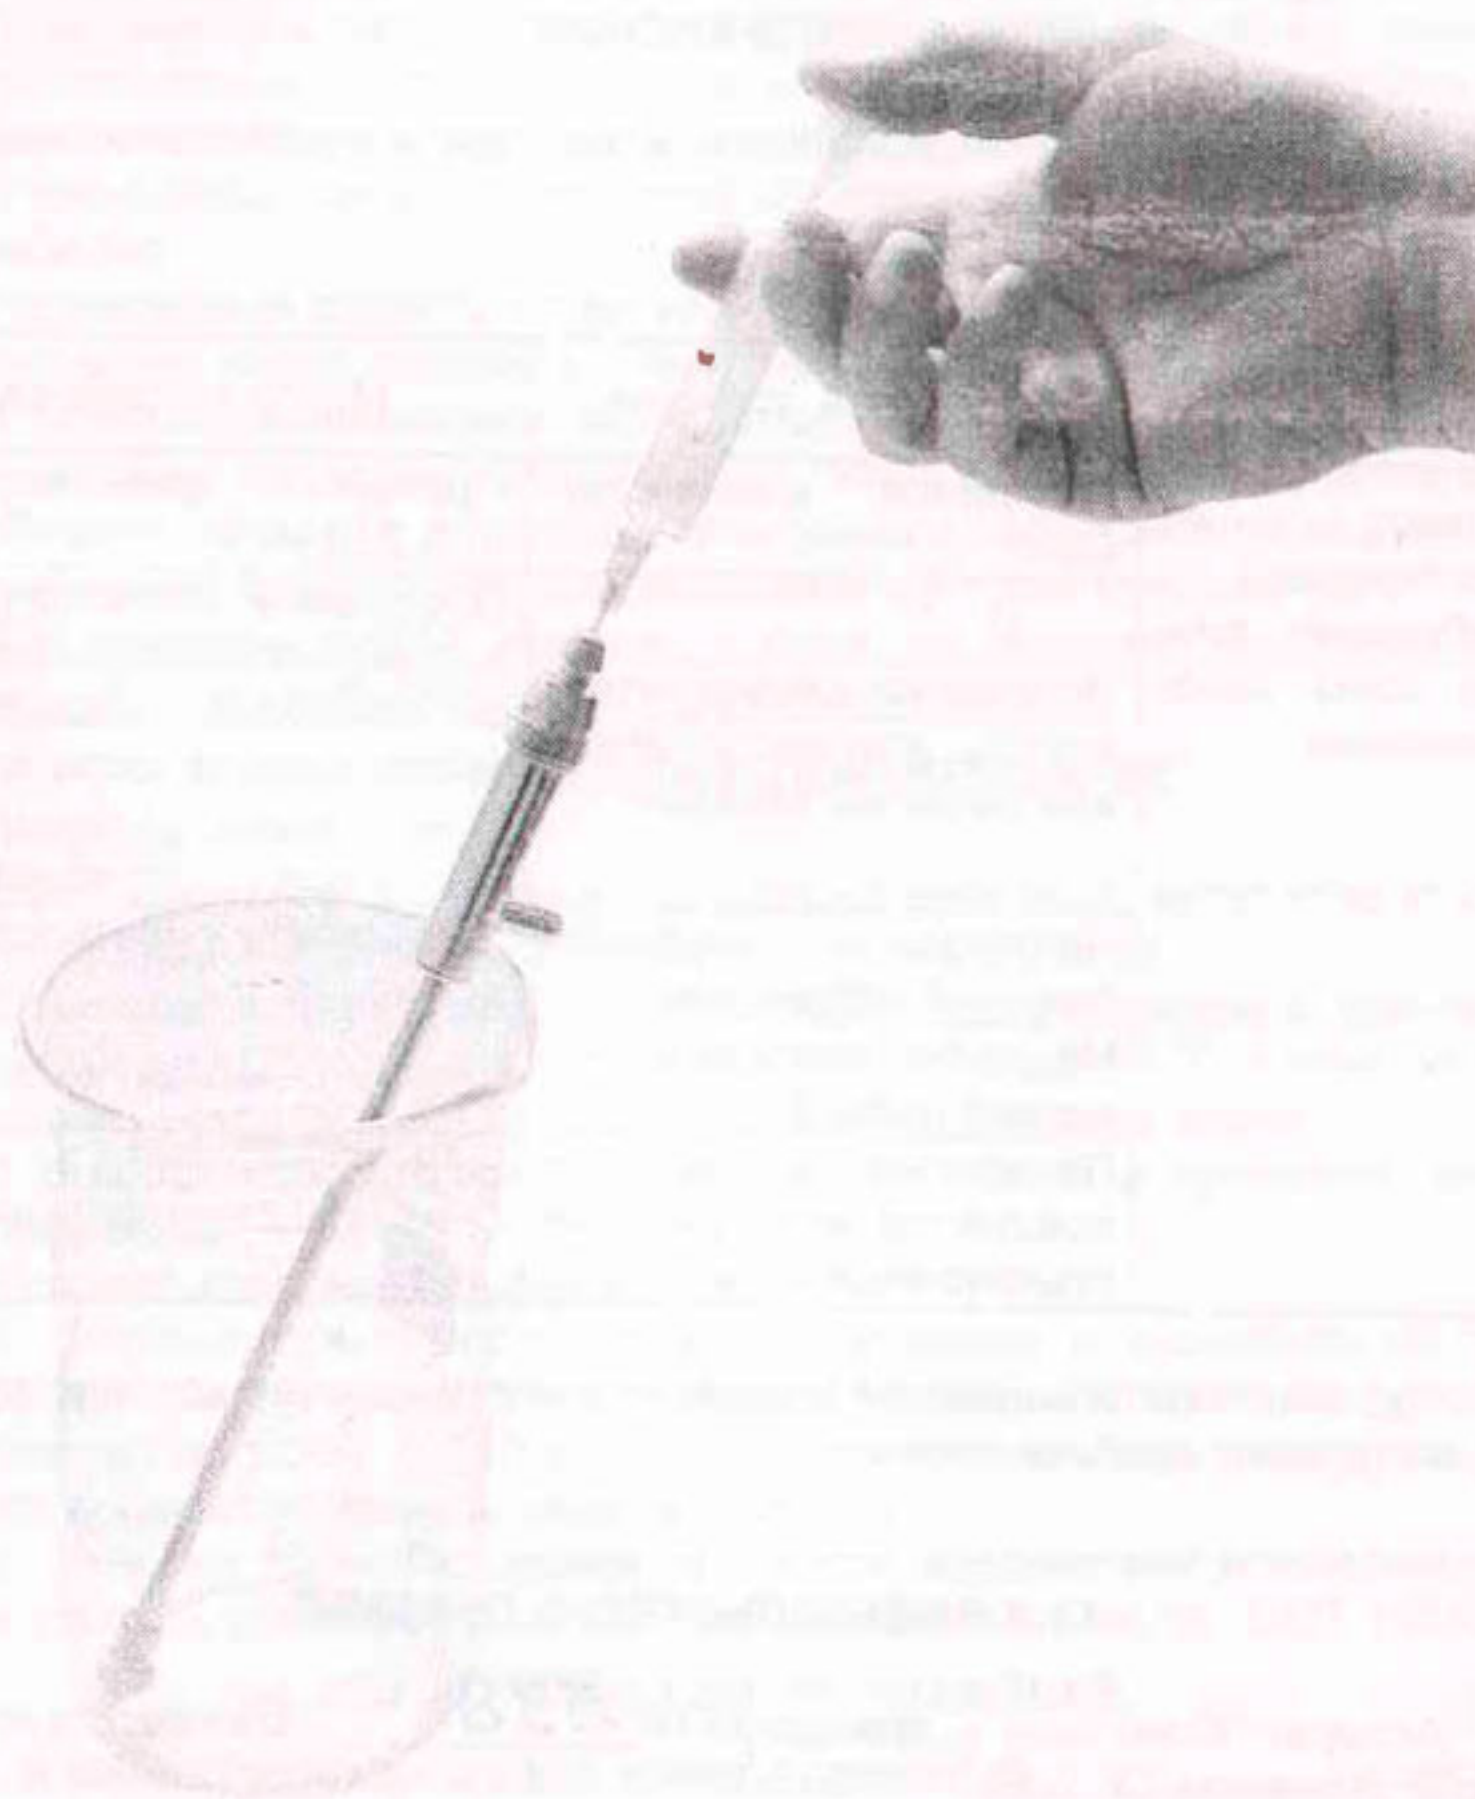

Рисунок 10 Промывка криоинструмента.
9.2.3 При проведении промывки криоинструмент установить вертикально и с помощью шприца с тонкой иглой через центральное отверстие, расположенное на стыковочном конусе, ввести 3-5 мл спирта-ректификата, как показано на рис. 10.